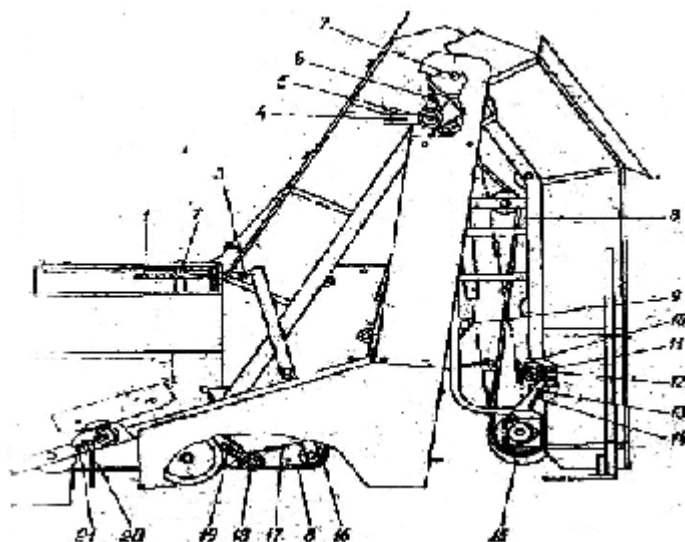

Рисунок 9.1. Транспортер погрузной (в транспортном положении).
Откидная часть погрузочного транспортера опущена в транспортное положение и зафиксирована с рамой пальцем 9 (рис.9.1.).
1) вытащите валец 9 (см.рис.9.1.) и установите его в петлю на упоре;